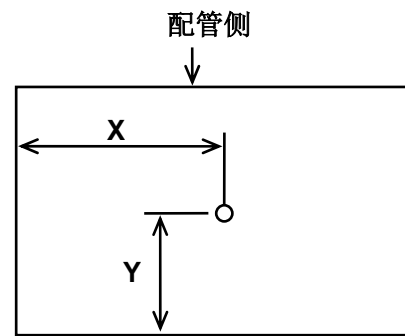

图. 3 重心
**底座** — 检查及保证底座平直及有足够强度，计算底座最大倾斜度（图2）和机组重量平衡（图3）。为取得机组在地面安装的适当离地高度，将机组固定在一个铁架或混凝土座上。（参考图5.1、图5.2和图5.3）
当机组滚动时,放置大小相同的 7 根滚动杆在底架下, 每根滚动杆必须支撑机组两个外框, (机组重心见图.3), 并且适合机组的平衡。